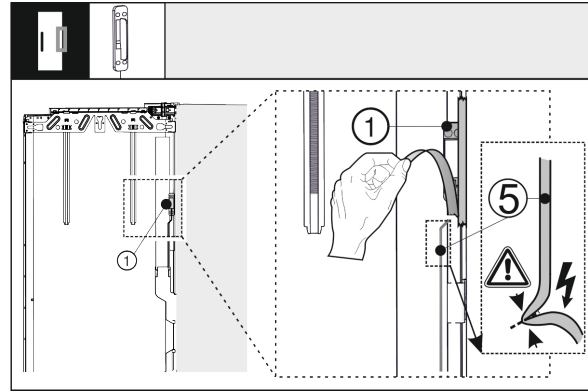

Fig. 40
- Irrota koputusanturi Fig. 40 (1) ulko-ovesta. Älä vahingoita liitäntäjohtoa Fig. 40 (5).